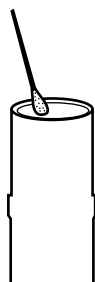

Figura 2
2. Umedeça uma cotonete com etanol 70% e limpe a superfície externa e a superfície de colocação interna do filtro do cone da ponta (ver Figura 2).